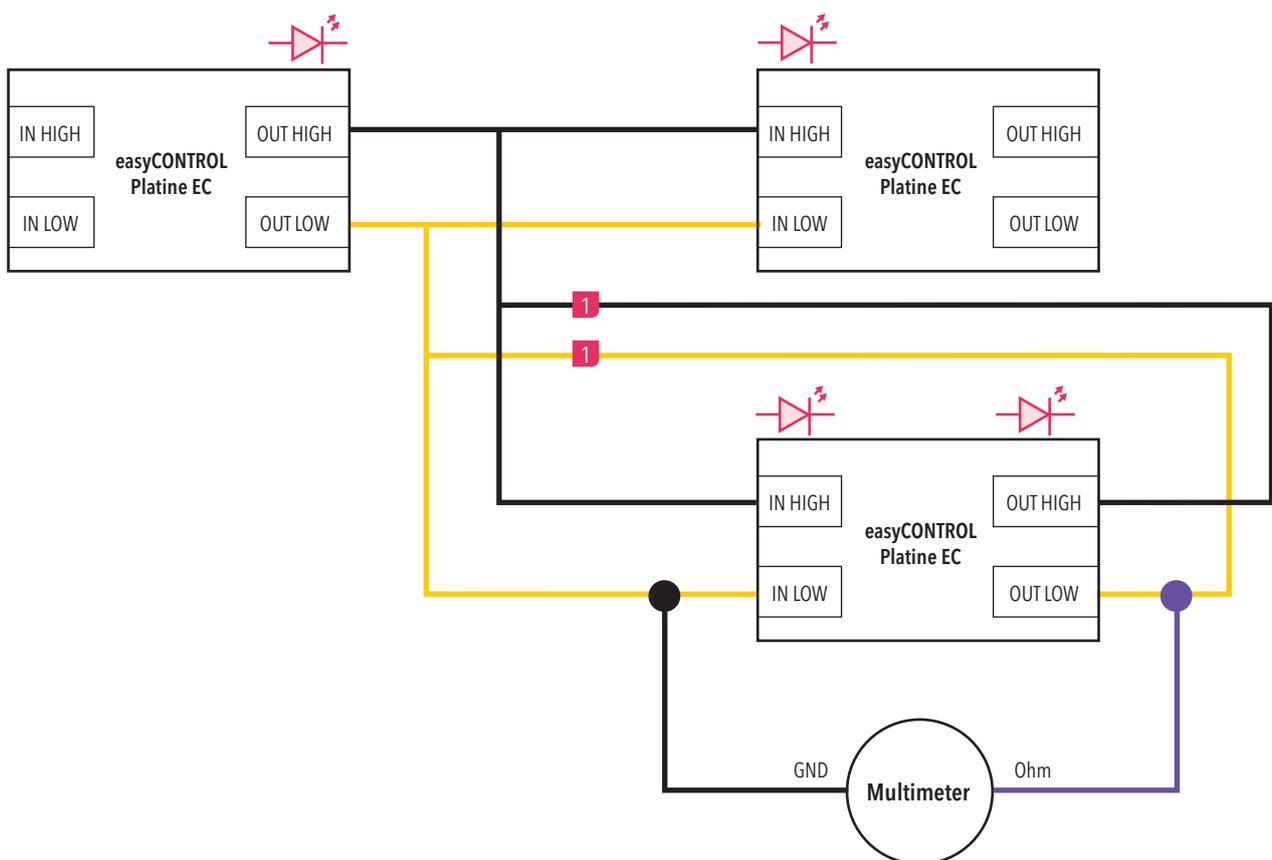

Abbildung 87. Messaufbau zur Fehlerbehebung des Ringschlusses über 1 Leuchte
Siehe Abbildung 87
2. Die Messleitungen mit den IN- und OUT Anschlüssen einer Leuchte (wie in der Abbildung 87 dargestellt) verbinden und den Widerstandswert messen.